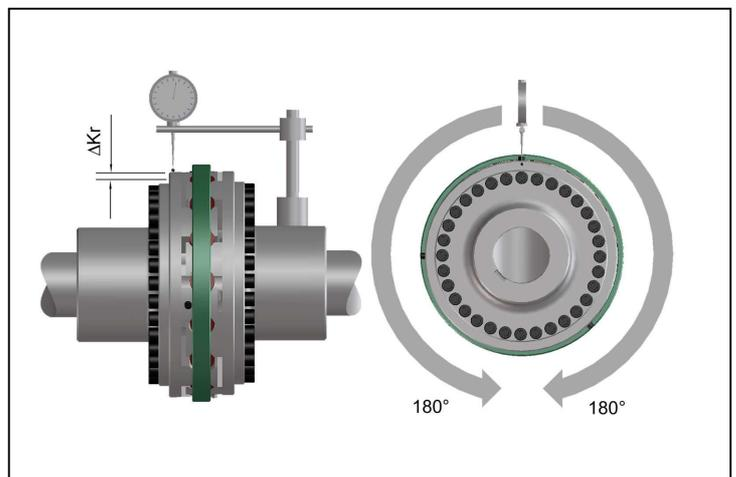

Bild 9
- Vermessen Sie eine ganze Umdrehung (360°). Ermitteln Sie dabei die größte Abweichung  $K_{r1}$  sowie die kleinste Abweichung  $K_{r2}$  (Bild 9).